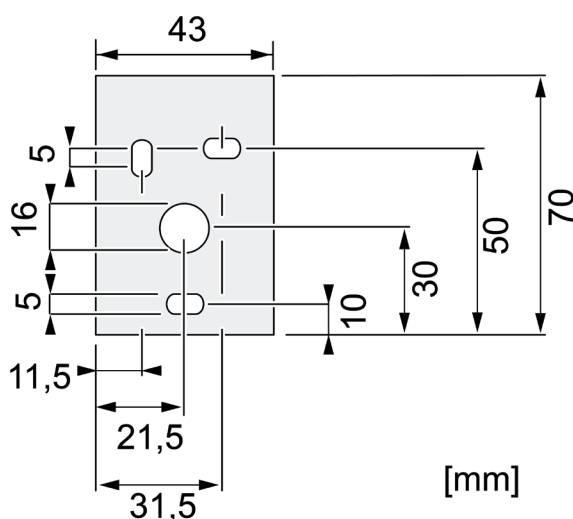

Bild 8: Befestigungsarm – Maße für Bohrlöcher
- Wandmontage: Befestigungsarm mit geeigneten Schrauben durch die Bohrlöcher (Bild 8) an der Wand befestigen.
- Den 7poligen Stecker am Anschluss (7) befestigen. Gewinding mit max. 0,5 Nm anziehen.